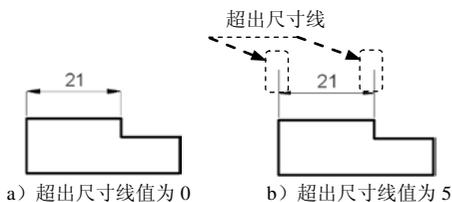

图 8.2.5 设置尺寸界线超出尺寸线的距离
- **颜色 (C):** 下拉列表：用于设置尺寸界线的颜色。
- **线宽 (W):** 下拉列表：用于设置尺寸界线的宽度。
- **超出尺寸线 (O):** 文本框：用于设置尺寸界线超出尺寸线的距离，如图 8.2.5 所示。